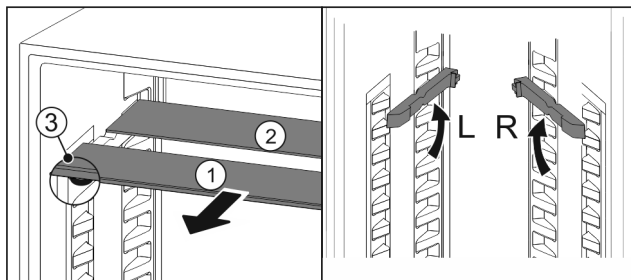

Fig. 84
- ▶ Wyciągnąć Fig. 84 (1) pojedynczo półkę szklane do przodu.
- ▷ Płyta szklana Fig. 84 (1) z listwą ozdobną znajduje się z przodu.
- ▷ Stopery Fig. 84 (3) wskazują w dół.